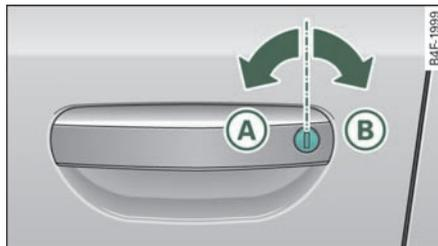

图 24 驾驶员车门上的锁芯
- 在驾驶员车门锁芯中将钥匙转动到开锁位置 **(A)** => 第41页，图 24。